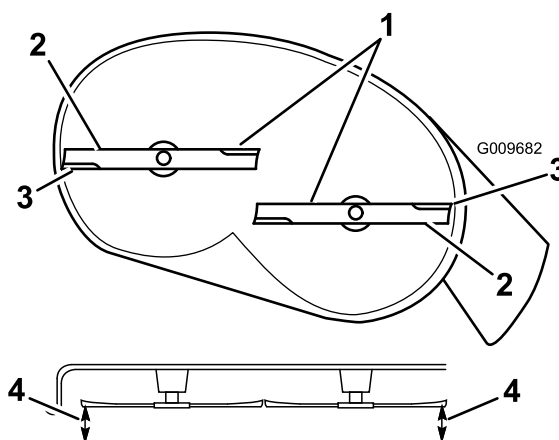

Figura 48
4. Gire cuidadosamente las cuchillas hasta que estén todas orientadas lateralmente (Figura 48).
5. Mida entre los bordes de corte exteriores y la superficie plana (Figura 48).